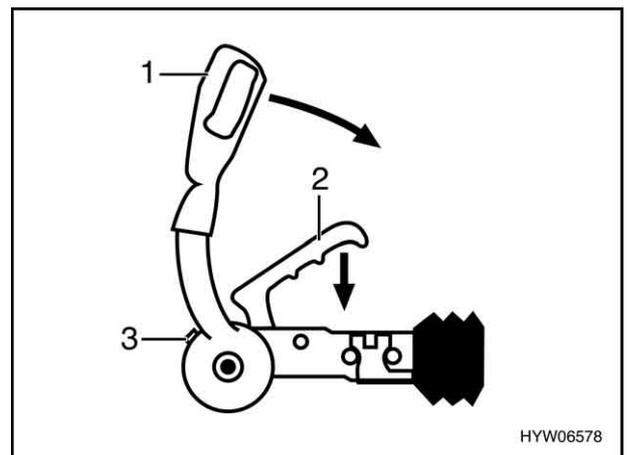

Bild 5 Sicherheitskupplung AKS 3004
- Stabilisierungshebel (Bild 5,1) bis zum Anschlag nach oben ziehen.
- Geöffnete Anhängerkupplung am Kupplungsgriff (Bild 5,2) halten und auf Anhängerkugel aufsetzen.
- Sichtkontrolle durchführen: Der grüne Zylinder der Sicherheitsanzeige (Bild 5,3) muss sichtbar sein.
- Die Stabilisierungseinrichtung aktivieren. Dazu den Stabilisierungshebel (Bild 5,1) bis zum Anschlag nach unten drücken.